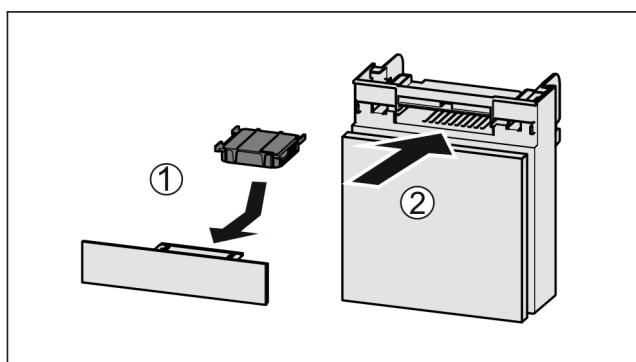

Fig. 237
- ▶ Filtr s aktivním uhlím vložte podle vyobrazení Fig. 237 (1).
- ▶ Zásuvku zasuňte Fig. 237 (2).